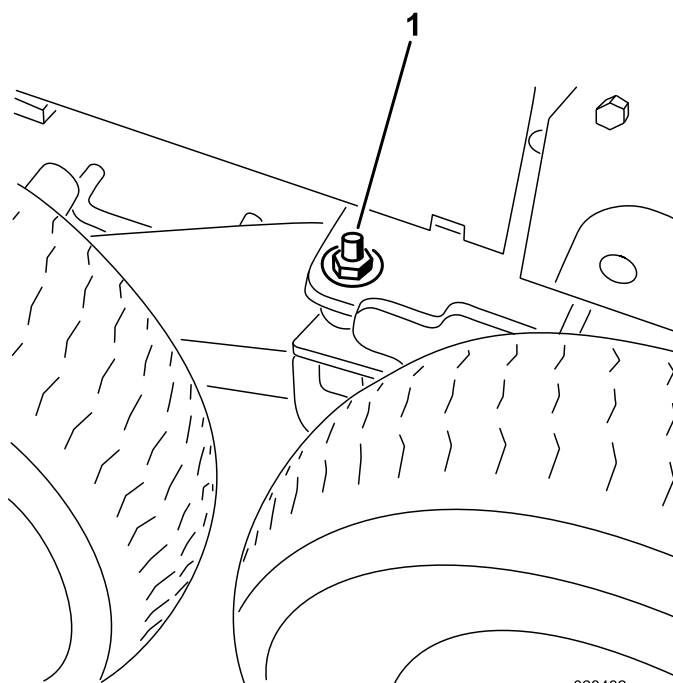

Figura 29
20. Retire la arandela plana de 1/2 pulgada y la tuerca de 1/2 pulgada instaladas en el espárrago del pivote del bogie (Figura 29).
26. Baje el gato hasta que el bastidor quede apoyado sobre las ruedas delanteras. Instale las arandelas planas (1/2 pulgada) y las contratuercas en el espárrago del pivote del bogie (Figura 29) y apriételas a 102 N·m (75 pies-libra).